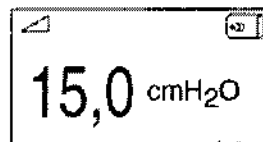

FIGURA 4-3 PANTALLA ACTIVO (CON TARJETA SMARTCARD)
3. Pulse el botón  para encender el flujo de aire. Aparece la pantalla activa, que se muestra en la figura 4-3.